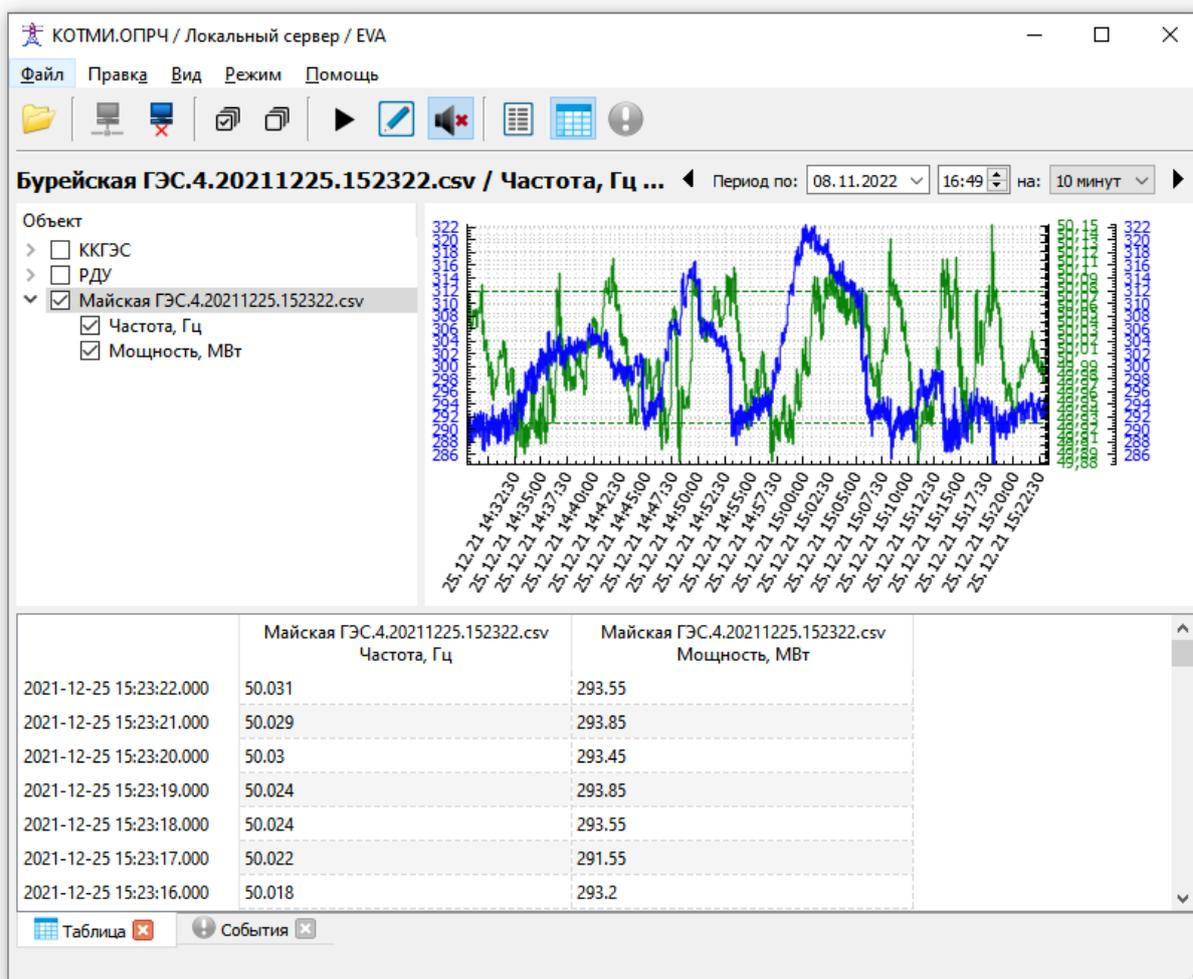

Рис. 8. Просмотр загруженного файла архива
- 5.8.8. Пример загруженного файла архива приведен на Рис. 8.